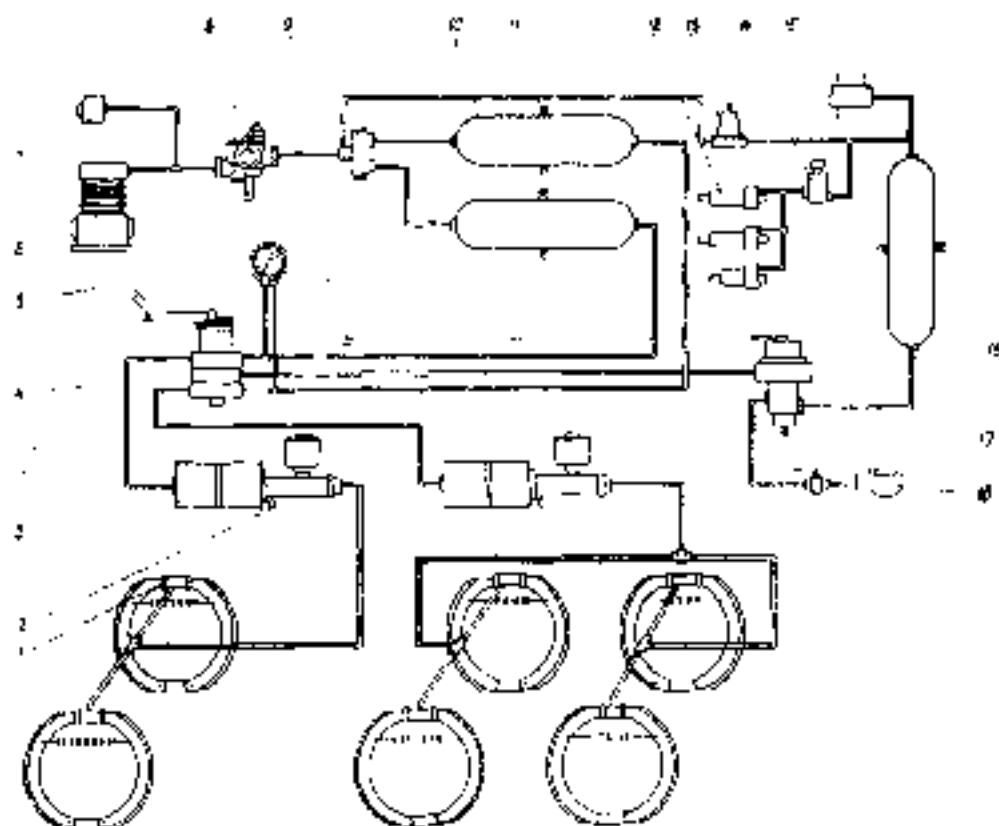

Bild 107. Schema des Druckluft-Öldruckantriebs der Bremsen
Im Bild 107 ist der Druckluft-Oldruckantrieb der Bremsen schematisch dargestellt.
2. Die Funktion des Einkreis-Schutzventils kontrollieren. Hierzu ein Kontrollmanometer an den Druckluftbehälter 16 (s. Bild 107) anschließen. Vorläufig alle drei Druckluftbehälter entleeren. Die Behälter mit Druckluft füllen und hierbei die Manometeranzeigen vergleichen.